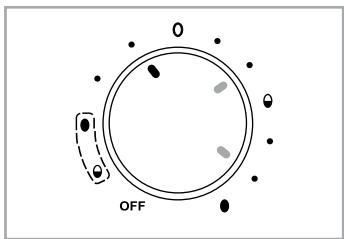

Fig. 4
Vælg områdets **æggesymbol** (fig. 4), hvis æggene er større end gennemsnittet (størrelse XL). Kontrollampen ⑩ lyser, og kogningen starter.
- 2) Når æggene har nået den ønskede hårdhedsgrad, lyder der en signaltone. Drej drejeknappen ⑨ til positionen "**OFF**" for at slukke for produktet. Kontrollampen ⑩ slukkes.
- 3) Tag forsigtigt låget ③ af, og tag kogeindsatsen ⑤ ud af kogeskålen ④ ved at holde i håndtaget ⑥.